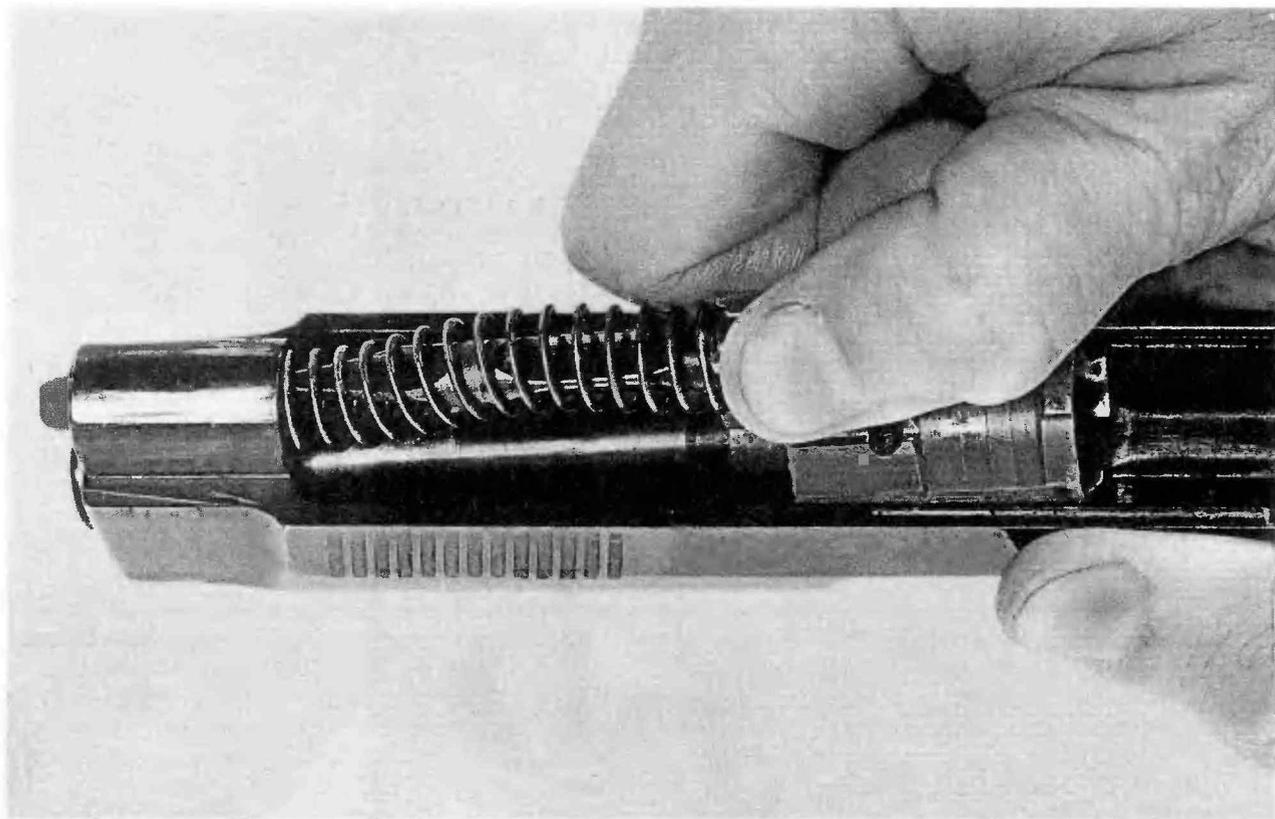

Рисунок 5
3) ввести переднюю часть ствола и переднюю часть пружины возвратной в соответствующие полости затвора, удерживая ствол за выступающую часть муфты и, сжимая возвратную пружину, ввести казенную часть ствола за венчик затвора (рисунок 5);